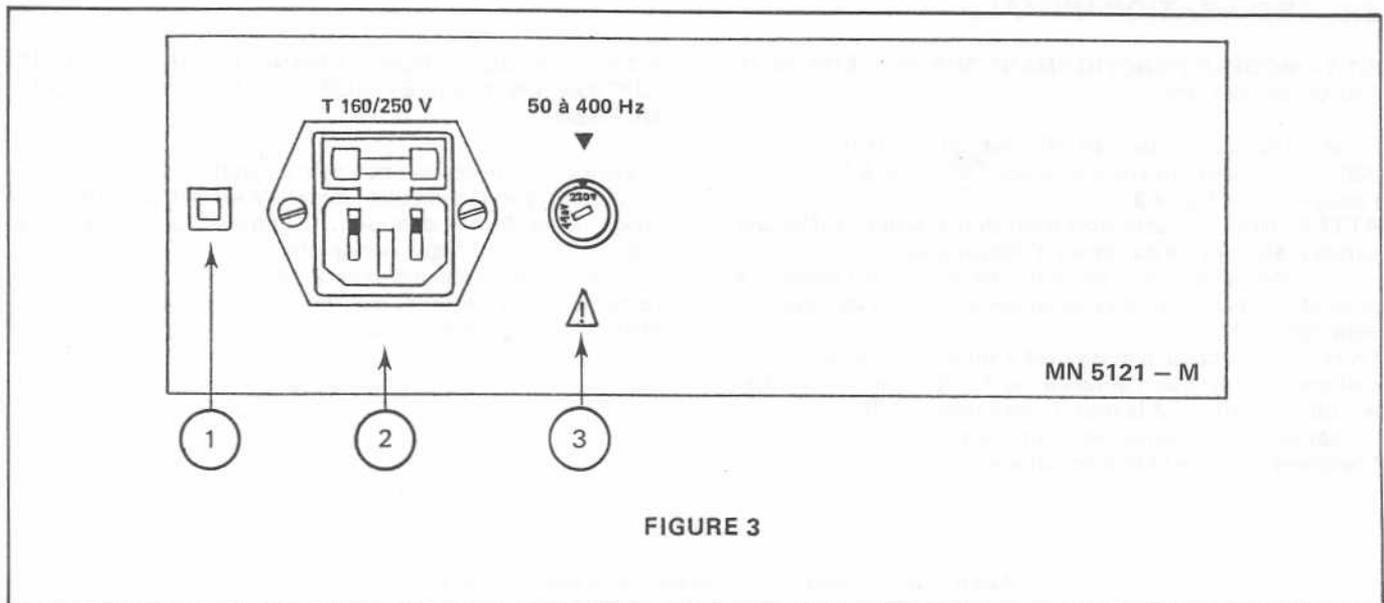

FIGURE 3
— sélectionner la tension d'alimentation (110 V~ ou 220 V~) à l'aide du commutateur ③ situé à l'arrière de l'appareil (voir figure 3).
— raccorder le cordon d'alimentation livré avec l'appareil à la prise secteur et à la prise située à l'arrière de l'appareil (voir figure 3).